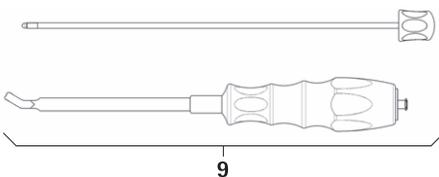

Rys. 4
- ▶ Zdemontować dystraktor 8 z nakładkami dystrykcyjnymi, patrz Rys. 4: Nacisnąć zasuwę B i wyjąć nakładkę dystrykcyjną FW239R.